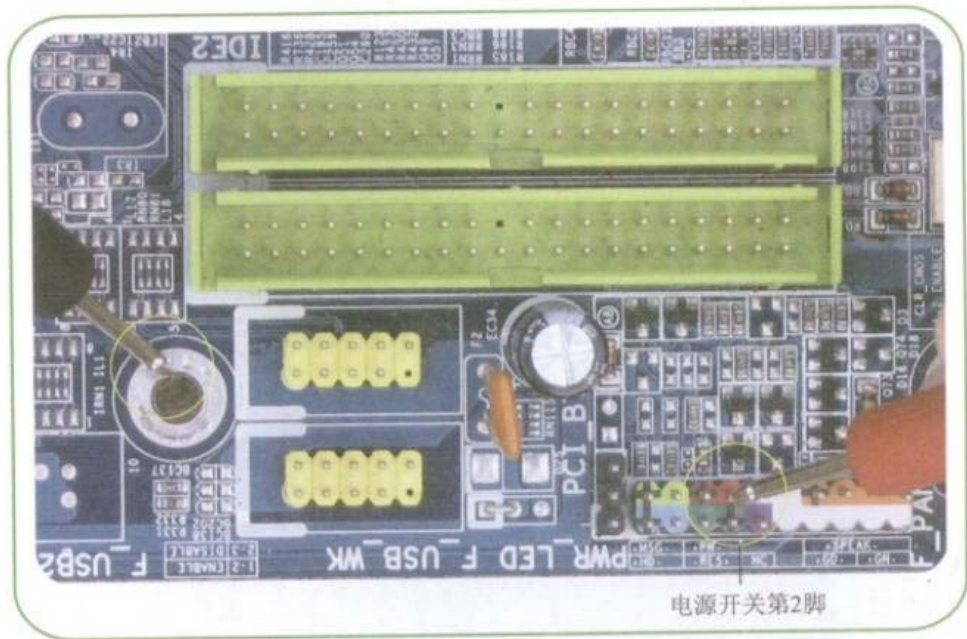

图7-20 测量开机键的第2脚接地
**Step 01** 将万用表调到“蜂鸣”挡，测量开机键的第2脚接地，如图7-20所示。